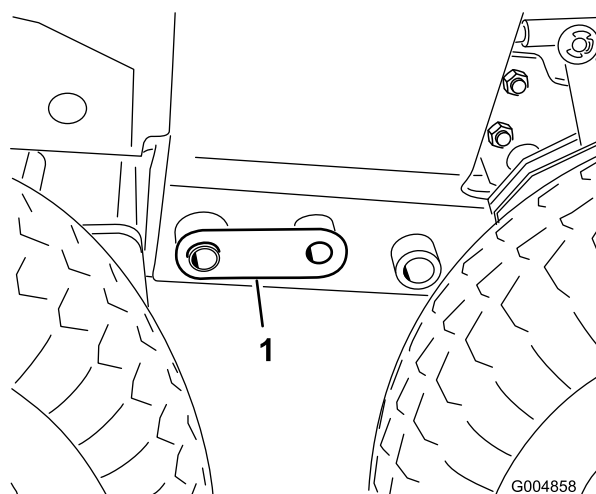

Figura 83
35. Retire el gato fijo delantero y baje la parte delantera de la máquina sobre las ruedas hasta que los pasadores de acoplamiento (Figura 83) puedan ser retirados con facilidad.